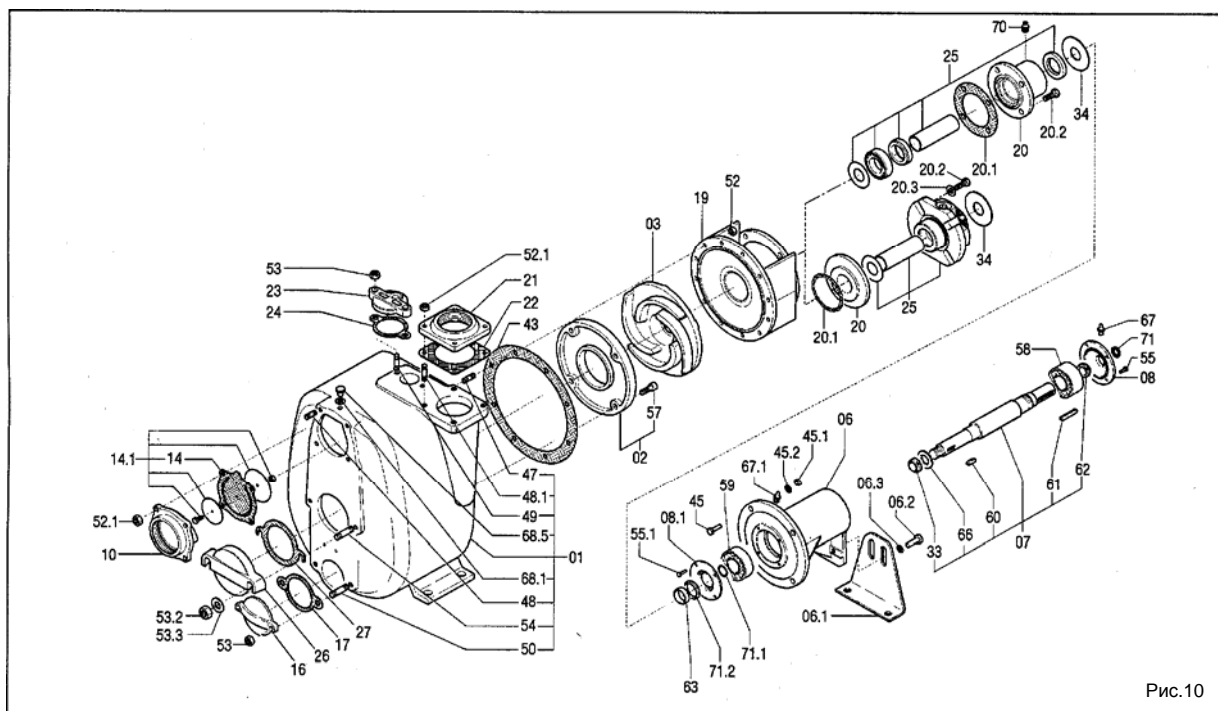
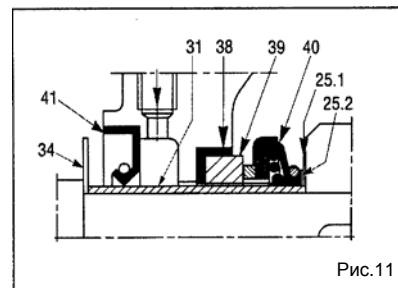
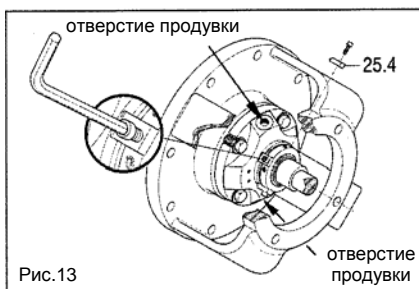

Рис.10
Рис.11
Рис.13
Диаметр трубопровода всасывания должен быть равным отверстию всасывания насоса (при диаметрах трубопровода, больших, чем отверстие насоса, обратитесь за консультацией к компании Varisco). По возможности избегайте криволинейных участков, а также колен и сужений, которые бы ограничивали поступление жидкости в насос. Не устанавливайте нижний клапан, так как в насосе имеется обратный клапан (14), встроенный в отверстие всасывания (рис. 10).
13.2 Замена рабочего колеса (03)(рис. 10)
- Отверните гайки (52) и снимите кожух насоса, стараясь не повредить уплотнение кожуха (43)
- Заблокируйте рабочее колесо и отверните самоконтрящуюся гайку рабочего колеса (33)
- Если необходимо, замените уплотнение кожуха (43)
13.3 Замена пластины, компенсирующей износ (рис. 10)
- Отверните винты пластины, компенсирующей износ (57)
- Снимите и замените пластину, компенсирующую износ (02)
13.4 Замена обратного клапана (рис. 10)
- Снимите фланец со стороны всасывания (10)
- Снимите обратный клапан (14)
- Прочистите седло клапана на фланце со стороны всасывания (10) и смонтируйте его повторно.
13.5 Замена механического уплотнения T, TW, T4W (рис. 10, 11, 12)
- Снимите кожух (01), стараясь не повредить уплотнение кожуха (43)
- Заблокируйте рабочее колесо (03) и отверните самоконтрящуюся гайку рабочего колеса (33)
- Снимите рабочее колесо (3) и шпонку рабочего колеса (60)
- Снимите головную часть (19). Вращающаяся часть сальника (40), смонтированная на втулке вала (31) должна соскользнуть с вала вместе с головной частью.
- Снимите неподвижное гнездо (39) и его уплотнение (38) с головной части.
- Снимите манжетное уплотнение (41)
(рис. 10, 13, 14, 15, 16)
- Отверните гайки (52) (рис. 10) и снимите кожух насоса, стараясь не повредить уплотнение кожуха (43).
- Заблокируйте рабочее колесо (03) и отверните самоконтращуюся гайку рабочего колеса (33)
- Снимите рабочее колесо (03)
- Закрепите установочные пластины, блокирующие сальники (25.4) и их гнёзда (рис. 13)
- Снимите установочные пластины (25.4), которые держат сальник (рис. 13) и закрепите их через соответствующие отверстия во фланце, так чтобы их снова можно было использовать для снятия сальника.
Чтобы этого достичь, размеры «А» и «В» на рис. 17, 18, 20, 21 должны быть по возможности равными. Для этого используйте регулировочные шайбы (25.2) (рис.11), поставляемые вместе с запасными механическими сальниками. Данные регулировочные шайбы используются для того, чтобы продвинуть рабочее колесо ещё больше вперёд, если оно находится слишком далеко от лицевой пластины или слишком близко к задней пластине. Регулировочные шайбы должны монтироваться между опорным кольцом сальника (25.1) (рис. 11) и рабочим колесом. Дополнительную регулировку можно выполнять с помощью уплотнений кожуха (а также уплотнений задней пластины в тех моделях, которые оснащены такими уплотнениями). Установка уплотнения кожуха (43) (рис. 10) толщиной 0,5 мм создаст правильное расстояние (рис. 19).
13.8 Техобслуживание подшипников (рис. 10)